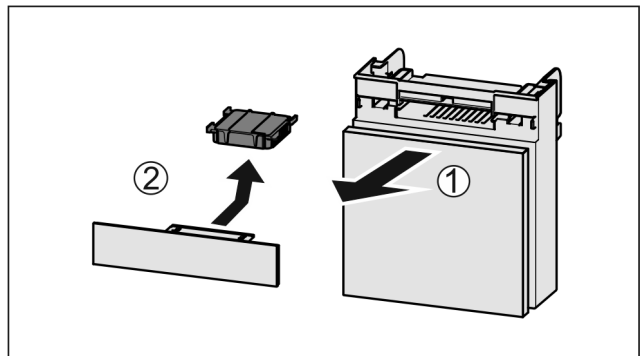

Fig. 185
- Lade vanaf de voorkant eruit trekken Fig. 185 (1).
- Actiefkoolfilter verwijderen Fig. 185 (2).